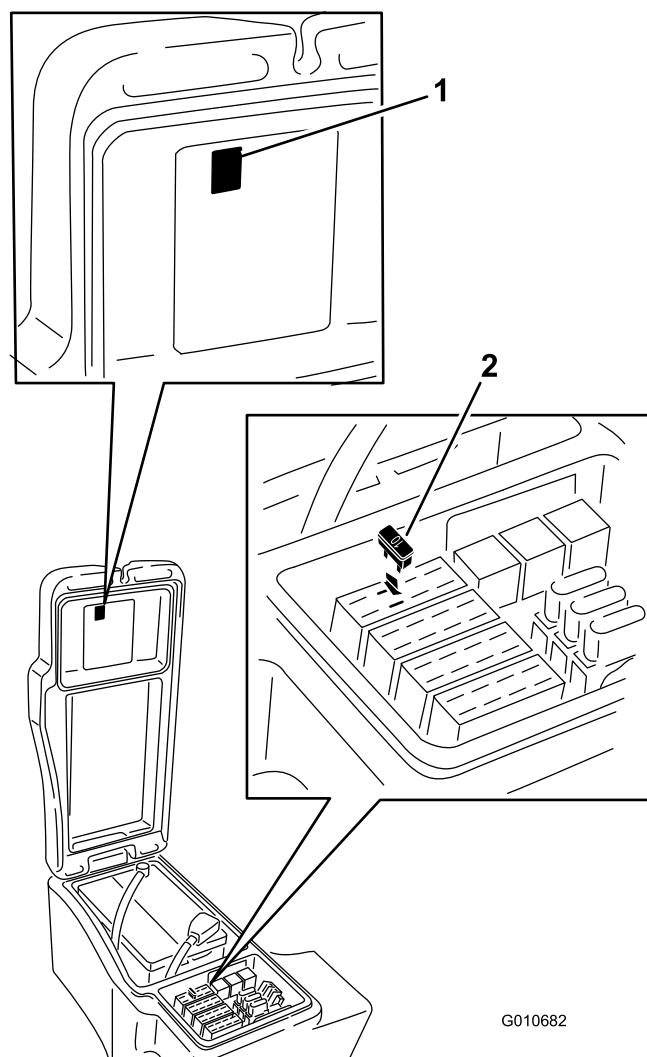

Figura 9
7. Inserite il fusibile da 10 A nella posizione sul portafusibili illustrata in Figura 9.
8. Applicate l'adesivo del fusibile nel punto corretto sull'adesivo della consolle (Figura 9).